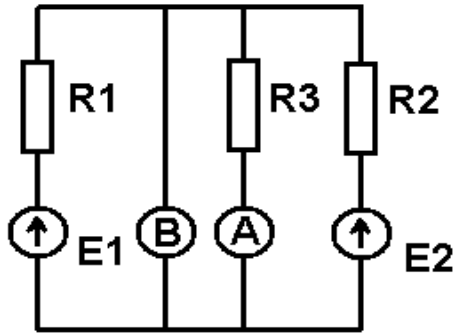
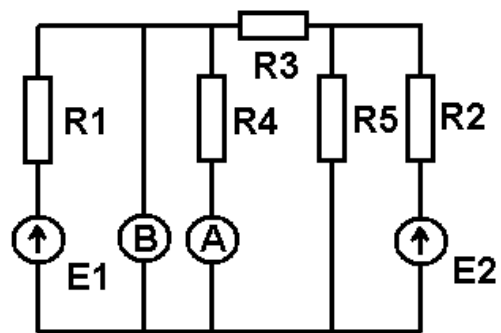

Рис. 1.20. Схема двухконтурной электрической схемы
Рис. 1.21. Схема трехконтурной электрической схемы
Двухконтурная электрическая цепь содержит три линейных сопротивления (рис. 1.20).
Трехконтурная электрическая цепь содержит пять линейных сопротивлений (рис. 1.21).
Составить систему алгебраических уравнений по I и II законам Кирхгофа, описывающих электрические цепи, по рис. 1.20 и 1.21.
1. Разместить на наборном поле стенда сопротивления, подсоединить их к измерительным приборам и источникам питания согласно схеме рис. 1.20. Настроить источники питания на  $E_1 = 12 \text{ В}$  и  $E_2 = 15 \text{ В}$ . Снять показания приборов.
3. Разместить на наборном поле стенда сопротивления, соединить необходимыми проводами и подсоединить к измерительным приборам и источникам питания согласно схеме рис. 1.21. Настроить источники питания на  $E_1 = 12 \text{ В}$  и  $E_2 = 15 \text{ В}$ . Снять показания приборов.
5. По согласованию с преподавателем выбрать схему рис. 1.20 или рис. 1.21. Задаться фиксированным значением  $E_1 = 10 \text{ В}$ . Снять показания приборов при изменении  $E_2$  от 1 до 19 В с шагом 2 В. Заполнить табл. 1.15.